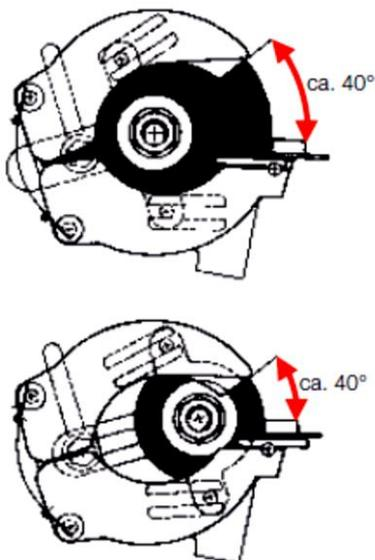

Abb. 4-1: Schutzverdecke
- ☞ Schutzverdecke (Abb. 4-1) sollen nur die für das Arbeiten erforderliche Fläche freigeben.